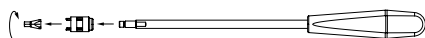

Fig. 1
- Desmontar el aplicador de tornillos de bloqueo con la llave fija plana SW6, ver Fig. 1.